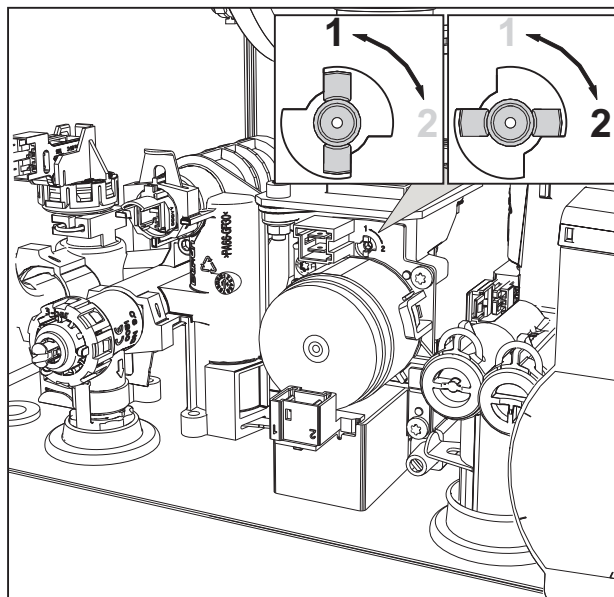

fig. 32
3. Ruotare il Throttle (fig. 32) secondo la posizione indicata nella tabella 9.